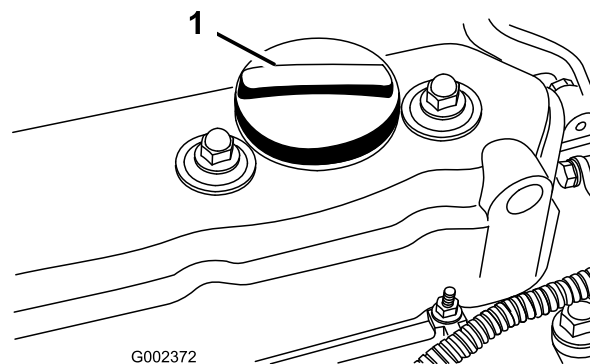

Figure 16
3. Si le niveau est trop bas, retirez le bouchon de remplissage (Figure 16) et ajoutez la quantité d'huile nécessaire pour amener le niveau au repère maximum de la jauge.